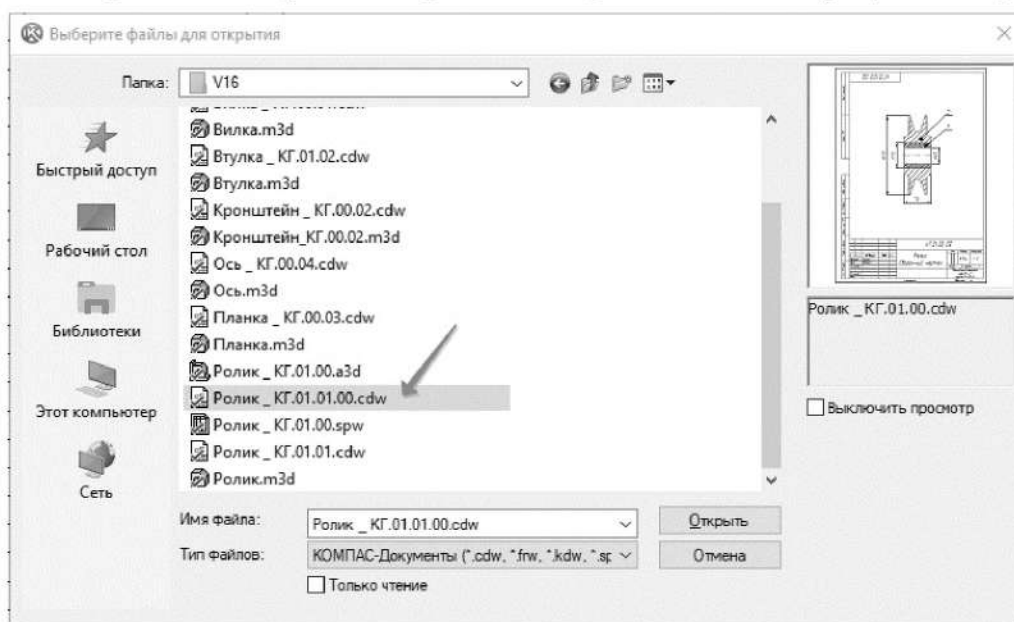

Рисунок 4.51. Открытие сборочного чертежа «Ролик»
3.3.1 Откройте  сборочный чертеж Ролик_КГ.01.01.00 СБ (рисунок 4.51).